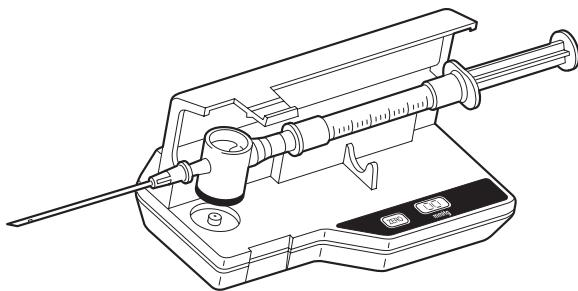

図2
6. 黒色の表面が下方を向くようにして、チャンバーをトランステューサー・ウェルに配置します。使い捨て品が装着されるまで、ゆっくりと押し込みます。図2を参照してください。